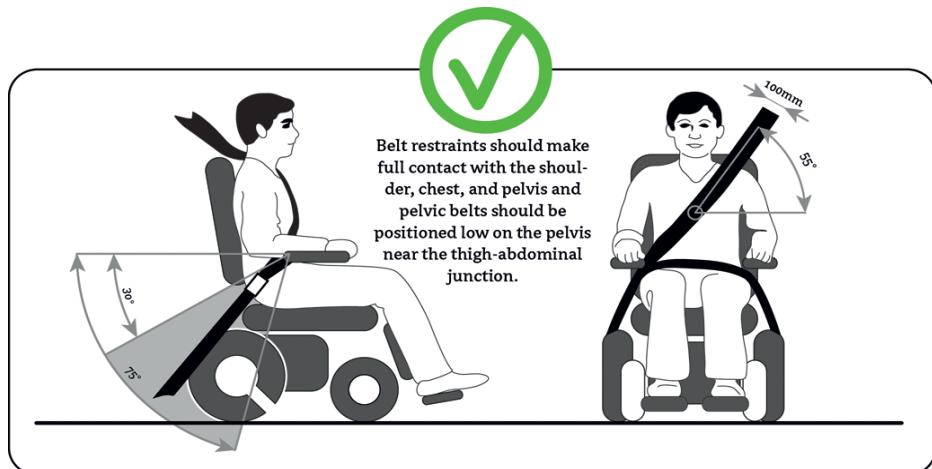

Abb. 7.2
- Für das Festschnallen des Rollstuhlfahrers muss ein Sicherheitsgurt für das Becken und für die Schulter verwendet werden. Sie müssen mit Hilfe eines Dreipunkt-Sicherheitsgurts am Boden und an der Wand des Fahrzeugs befestigt werden (Abb. 7.2).